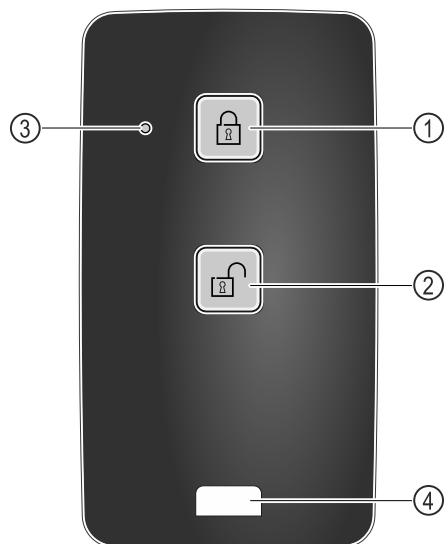

Fig. 210
- ▶ Appuyer sur la touche Fig. 210 (1) de la télécommande.
- ▶ Appuyer sur la touche Fig. 210 (2) de la télécommande.
- ▶ La LED d'état Fig. 210 (3) émet un signal visuel lorsqu'on appuie sur une touche.
- ▶ Œillet Fig. 210 (4) pour attacher la télécommande, par exemple à un trousseau de clés.